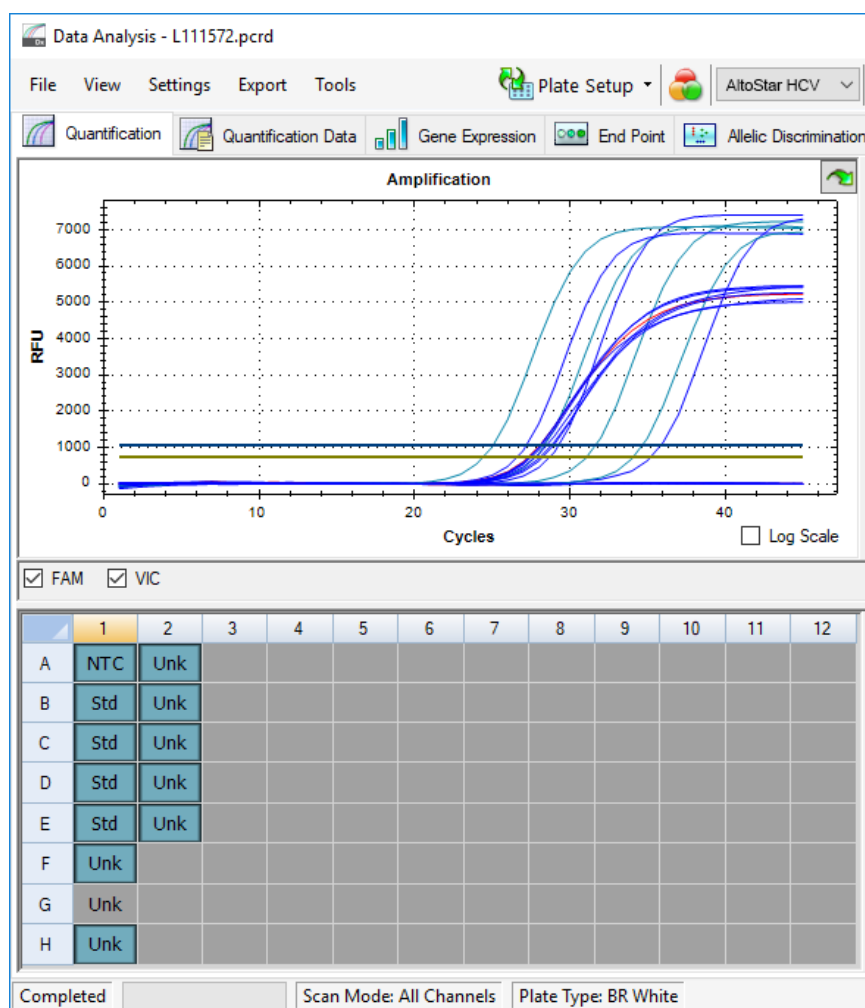

Figura 8: Janela Data Analysis (Análise de Dados): poço excluído
4. O poço selecionado é excluído da análise. Não serão gerados resultados para este poço (consulte a figura 8).